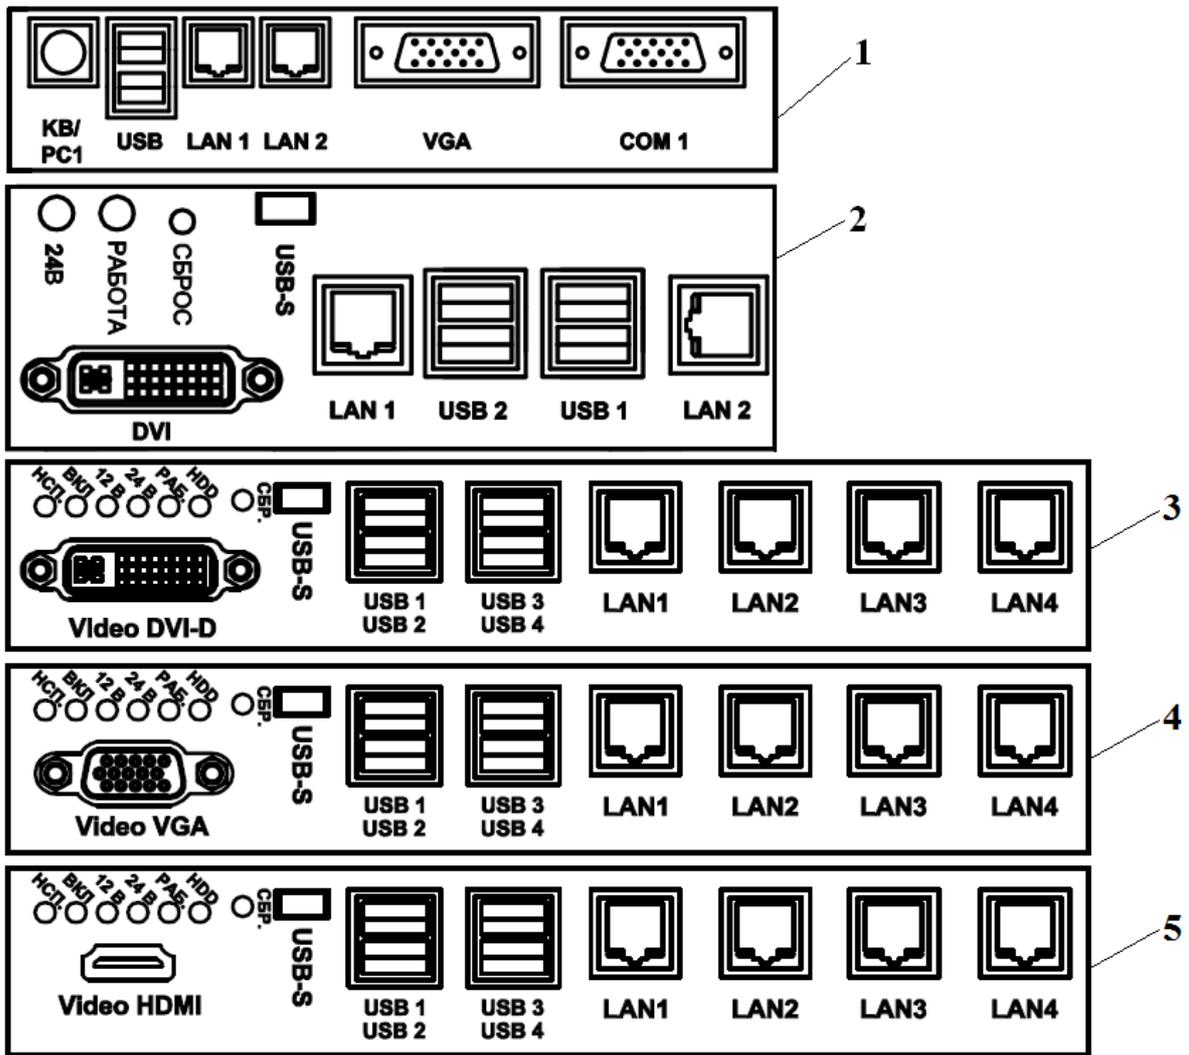

Рис. 1. Варианты исполнения платы МП
1.1. Блок функциональный (БФ) в зависимости от варианта исполнения платы МП (рис.1) со стороны подключений может иметь следующие интерфейсные выходы: